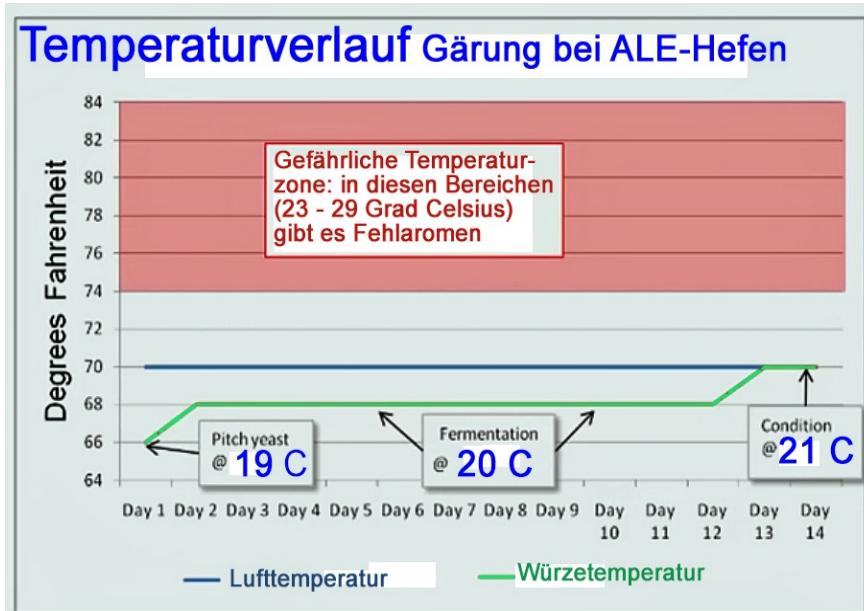

Abb. 3. Idealer Temperaturverlauf vom Anstellen bis zum Ende der Hauptgärung.
- Anzahl Blops pro Zeiteinheit während verschiedener Gärphasen (vgl. Abb. 3) verfolgt werden**Info, Video, Video.**